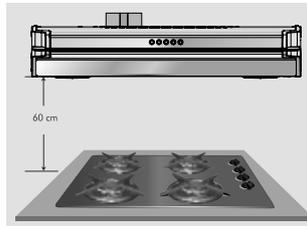

Imagen 2.
- Se debe dejar una distancia de 60 cm entre la mesa de cocción y la base inferior de la campana (ver imagen 2).